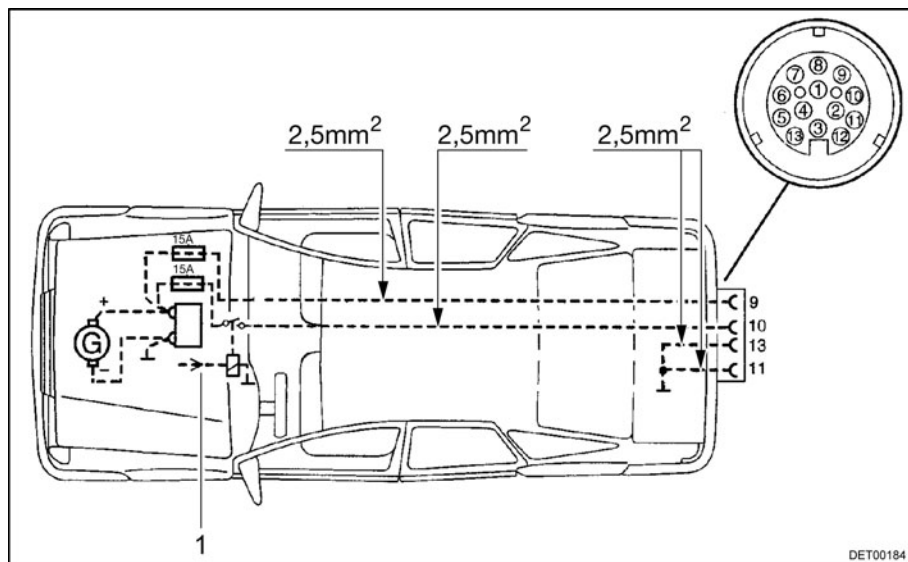

Fig. 109 Installation du véhicule tracteur (Pack Autarcie)
- ▷ Equiper le véhicule tracteur avec les sections de câbles appropriées et avec un relais pour l'alimentation en courant (commande par l'allumage) (voir Fig. 109).